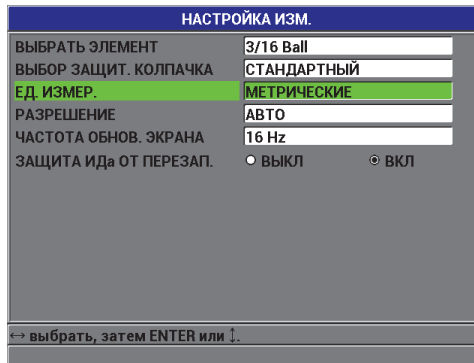

Рис. 3-2 Экран НАСТРОЙКА ИЗМЕРЕНИЯ – ЕД. ИЗМЕР.
3. В окне **НАСТРОЙКА ИЗМ.** (см. Рис. 3-2 на стр. 57) установите **ЕД. ИЗМ.** на **АНГЛ.** или **МЕТРИЧЕСКИЕ**.
3. В окне **НАСТРОЙКА ИЗМ.** (см. Рис. 3-2 на стр. 57) установите **ЧАСТОТА ОБНОВ. ЭКРАНА** на нужное значение: **4 Гц**, **8 Гц**, **16 Гц** или **20 Гц**.
3. В окне **НАСТРОЙКА ИЗМ.** (см. Рис. 3-2 на стр. 57) выберите **РАЗРЕШЕНИЕ**: